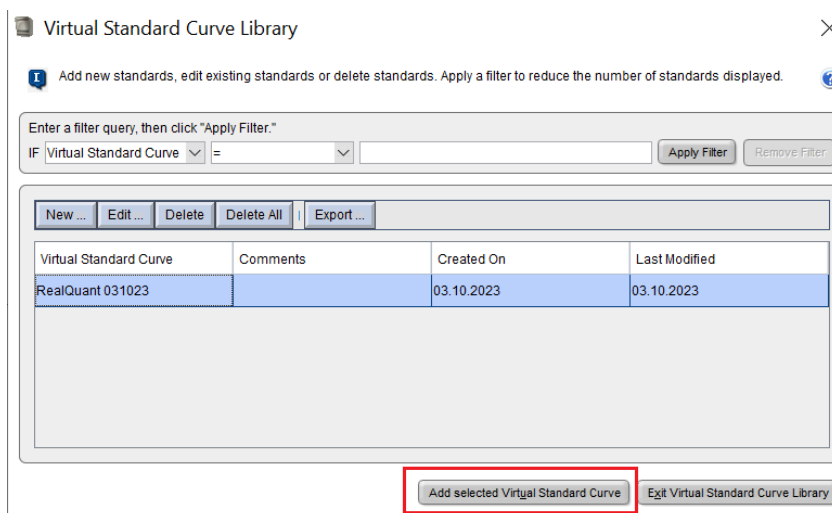

Рисунок 71
3. В открывшемся окне выбрать виртуальную калибровочную кривую и нажать «**Add selected Standard Curve**» (рисунок 71). Виртуальная калибровочная кривая будет применена к эксперименту.